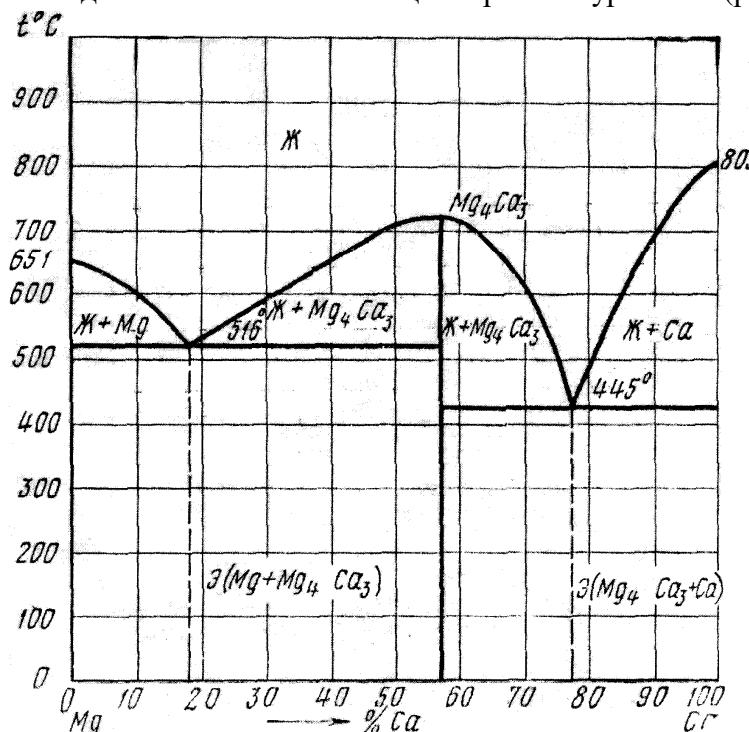

Рис. 5 Диаграмма состояния магний – кальций (Mg – Ca)
- Вычертите диаграмму состояния системы магний - кальций. Опишите взаимодействие компонентов в жидком и твердом состояниях, укажите структурные составляющие во всех областях диаграммы состояния и объясните характер изменения свойств сплавов в данной системе с помощью правил Курнакова (рис. 5).